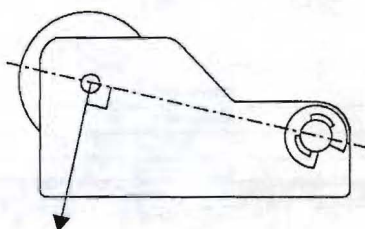

Fig. 2-1
3. ピンチ・ローラがキャプスタン・シャフトから完全に離れるように秤を矢印の方向（図2-1）に引っ張った後、ピンチ・ローラが再びキャプスタン・シャフトに接触するように徐々に戻す。